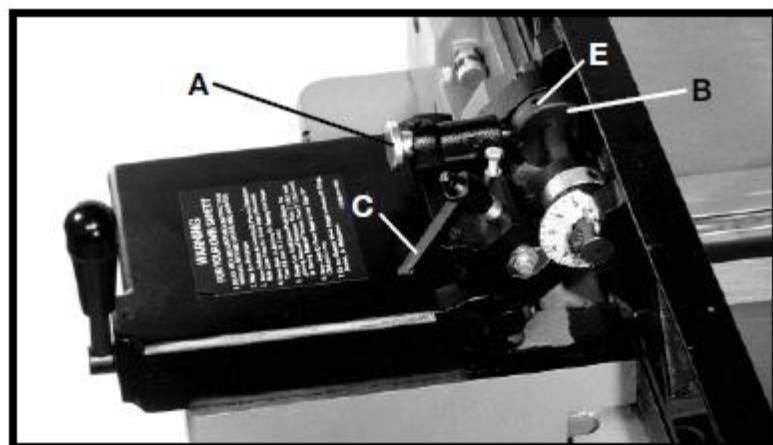

Рис. 30
1. Поставить параллельный упор под  $90^\circ$ , убедившись, что конец плунжера (A), рис. 30, вошёл в паз индексной втулки (B), как показано на рисунке, и затянуть фиксирующую рукоятку (C).
3. Если угол параллельного упора со столом не составляет  $90^\circ$ , ослабить установочный винт (E) в индексной втулке (B), рис. 30, и ослабить рукоятку (C) фиксации параллельного упора. Перемещать параллельный упор до тех пор, пока угол со столом не составит  $90^\circ$ , и затянуть фиксирующую рукоятку (C), а также установочный винт (E).